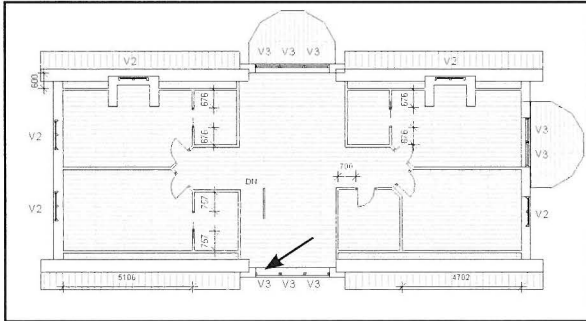

Fig. 10.49. Stå i (04) 1. sal i *Project Browseren*. Og marker gulvet.
- Stå i (04) 1. sal i *Project Browseren*.
- Marker gulvet (Fig. 10.49).